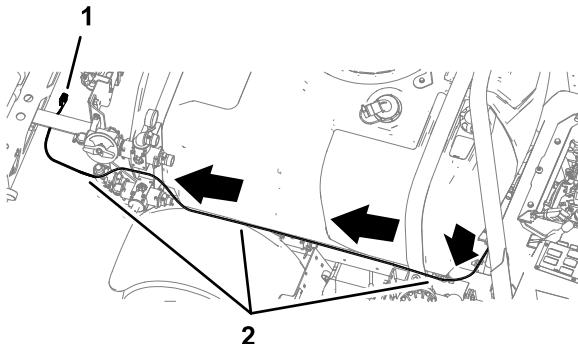

Figure 47
1. Du côté droit de la cuve du pulvérisateur, acheminez le faisceau avant vers l'arrière, le long du faisceau de câblage du pulvérisateur (Figure 47).
2. Amenez le connecteur à 12 douilles du faisceau avant jusqu'à l'avant de la section de pulvérisation centrale, à côté de l'actionneur de section de droite (Figure 47).